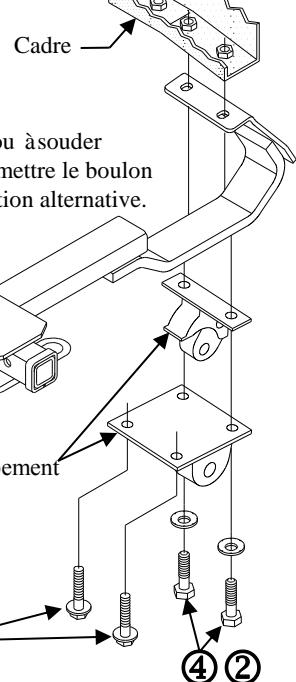

Figure 1
- Soulever l'attelage en position et installer quatre (4) boulons M10 et leurs rondelles coniques dentées, comme illustré à la Figure 1.
- Pour la configuration de support d'échappement à deux (2) boulons, poser deux (2) boulons M10 et leurs rondelles coniques dentées fournis avec l'attelage, comme illustré à la Figure 1.
- Pour la configuration de support d'échappement à quatre (4) boulons, poser deux (2) boulons M10 existants (conservés à l'étape 1) et deux (2) boulons M10 et leurs rondelles coniques dentées fournis avec l'attelage, comme illustré à la Figure 1.
- Pour les modèles équipés d'écrous à souder, utiliser l'attelage comme gabarit et percer deux (2) trous de 1/2 po dans le cadre du véhicule, comme illustré à la Figure 1.